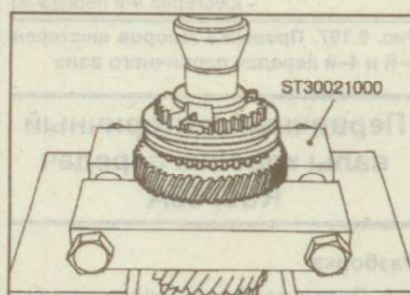

Рис. 9.201. Снятие синхронизатора 5-й передачи и передачи заднего хода и шестерни 5-й передачи первичного вала
3. Снимите синхронизатор 5-й передачи и передачи заднего хода и шестерню 5-й передачи первичного вала (рис. 9.201).